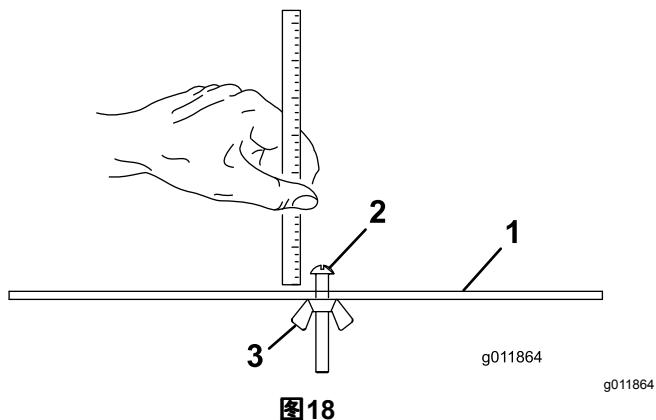

图18
2. 松开调刀尺上的螺母 图18 并将调节螺丝设定为所需的剪草高度。